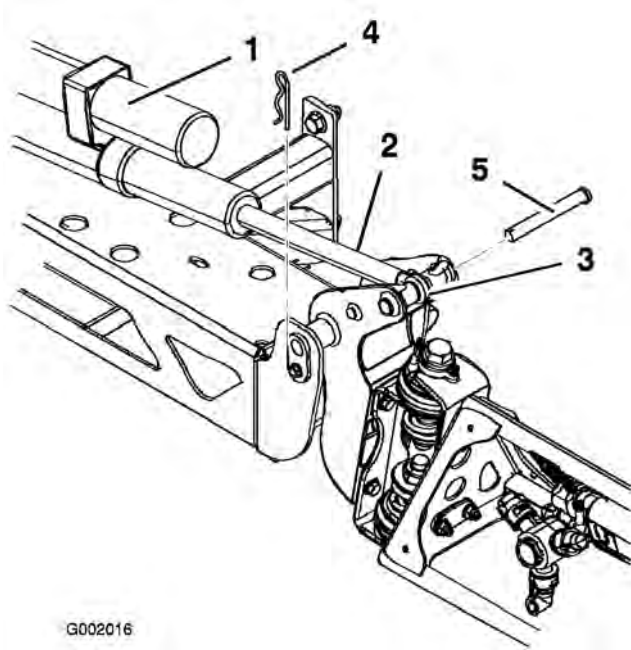

Bild 41
2. Nehmen Sie den Splint vom Gelenkstift ab (Bild 41).
3. Heben Sie das Spritzgestänge an und nehmen Sie den Stift ab (Bild 41). Senken Sie das Spritzgestänge langsam auf den Boden ab.
6. Heben Sie das Spritzgestänge an, um das Gelenk mit der Aktuatorstange auszurichten. Halten Sie das Spritzgestänge fest und stecken Sie den Stift durch das Gelenk des Spritzgestänges und die Aktuatorstange (Bild 41).